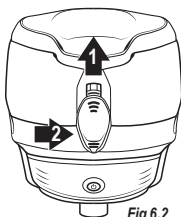

Fig 6.2
2. D'une main, poussez le bouton de verrouillage vers le haut et, de l'autre main, appuyez sur le bouton de libération des coquilles (Fig. 6.2) pour séparer la coquille supérieure et la coquille inférieure.